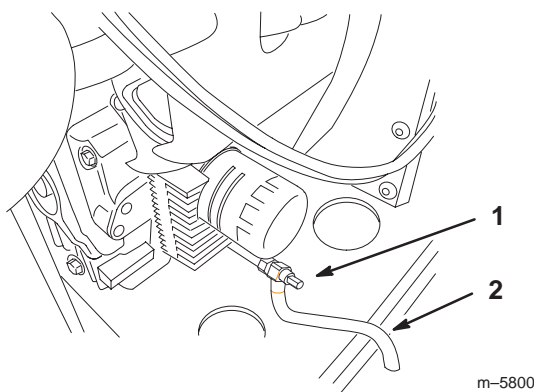

Figure 42
5. Placez le flexible sur le robinet de vidange pour diriger l'huile dans le bac de vidange (Fig. 42).
6. Placez un bac sous le flexible de vidange. Tournez le robinet de vidange d'huile pour permettre à l'huile de s'écouler (Fig. 42).
8. Enlevez le flexible de vidange. Rangez le flexible dans un endroit où vous pourrez le retrouver facilement lorsque vous en aurez besoin (Fig. 42).